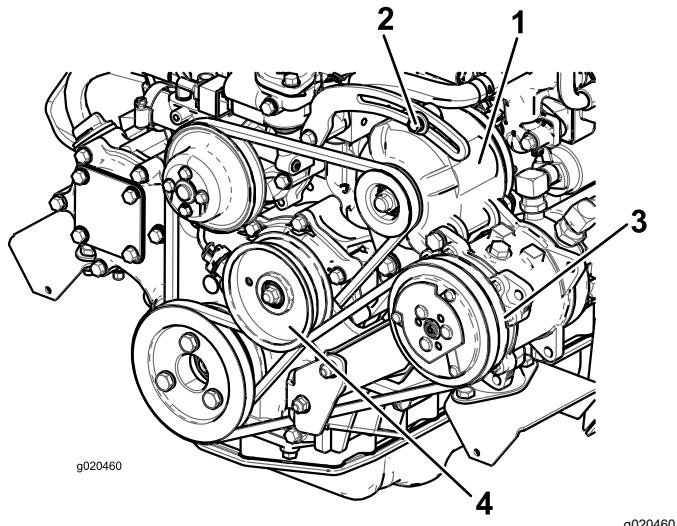

Рисунок 114
Если прогиб не равен 10 мм, ослабьте болты крепления генератора (Рисунок 114).
Через каждые 100 часов работы проверяйте состояние и натяжение ремня (Рисунок 114).
- Если прогиб не равен 10 мм, ослабьте болт крепления натяжного шкива (Рисунок 114). Увеличите или уменьшите натяжение ремня компрессора и затяните болт. Снова проверьте прогиб ремня, чтобы убедиться, что натяжение правильно.